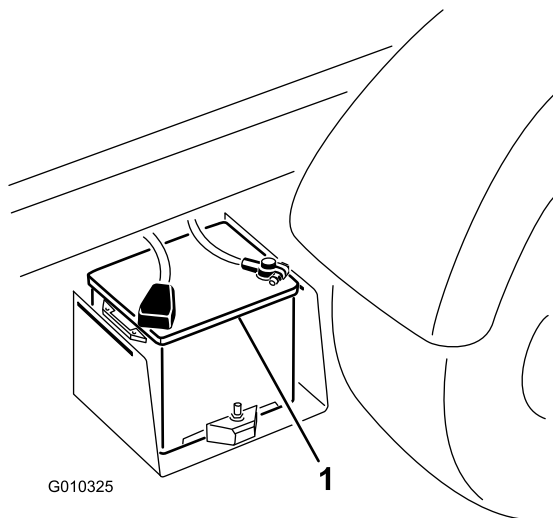

Figure 50
2. Raccordez un câble de démarrage entre les bornes positives des 2 batteries (Figure 50). La borne positive se reconnaît au signe « + » figurant sur le couvercle de la batterie.